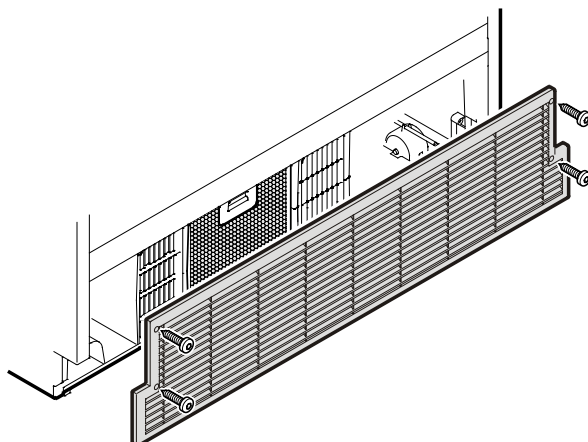

Figura 20
3. Monte la rejilla de aireación según se muestra en la **Figura 20**.